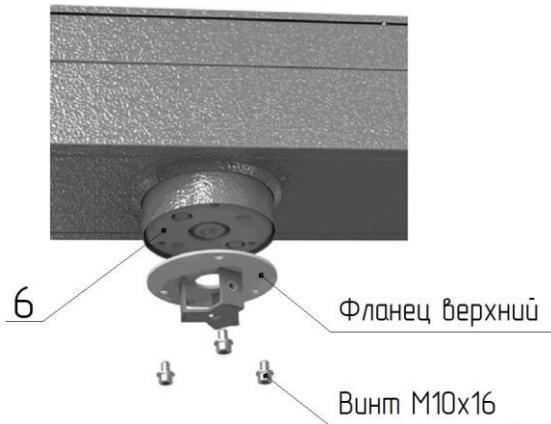
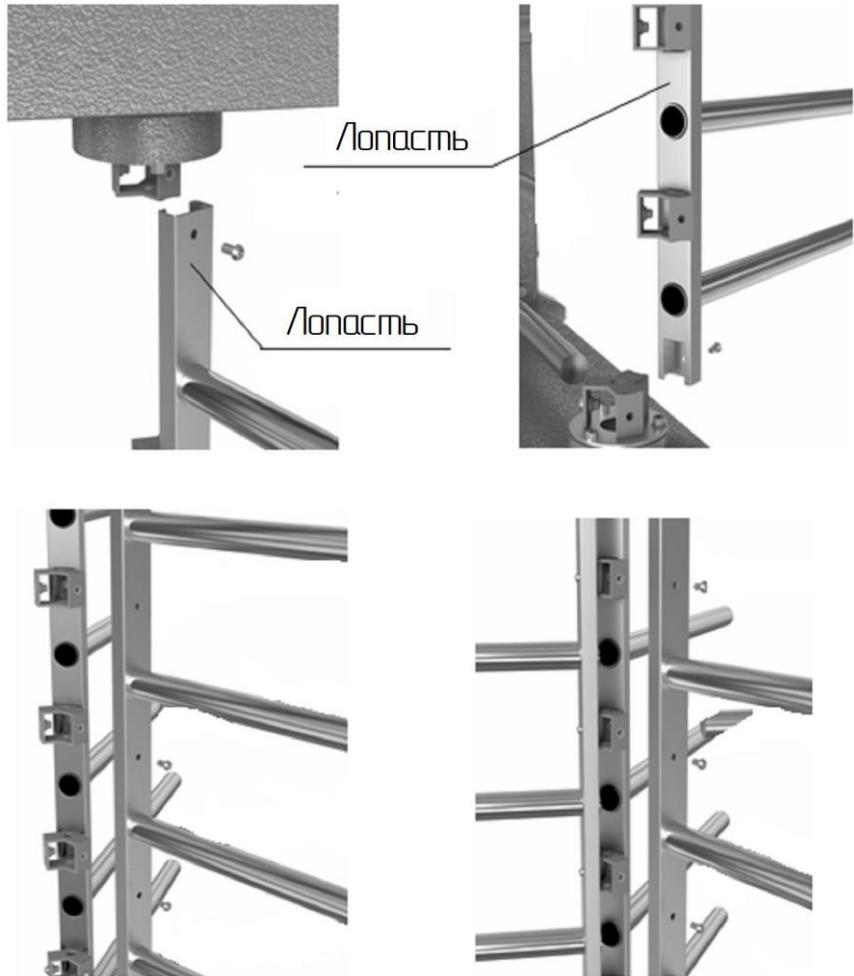

Рис. 3
Рис. 4
2. Сборка центральной стойки (рис. 3, 4):
- установите на диск муфты привода (рис.3) верхний фланец центральной стойки и закрепите винтами M10x16; в первую очередь установите на посадочные плоскости фланцев лопасть с внутренними кронштейнами (рис.4) и закрепите винтами M8 (не затягивая их);